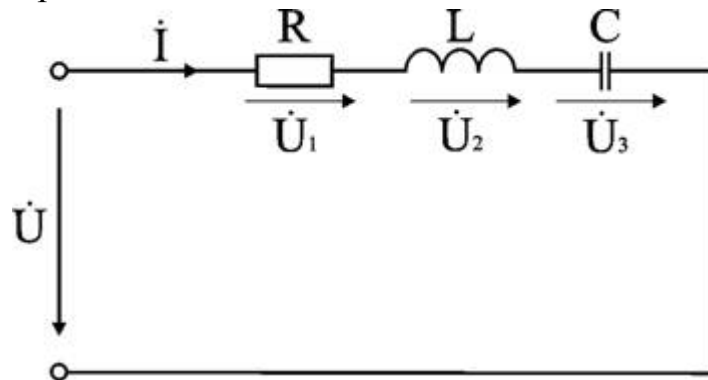

Рис. 2.1. Схема электрической цепи
**Задача 1.** Электрическая цепь, показанная на рис. 2.1, питается от источника синусоидального тока с частотой 200 Гц и напряжением 120 В. Дано:  $R = 4 \text{ Ом}$ ,  $L = 6,37 \text{ мГн}$ ,  $C = 159 \text{ мкФ}$ .